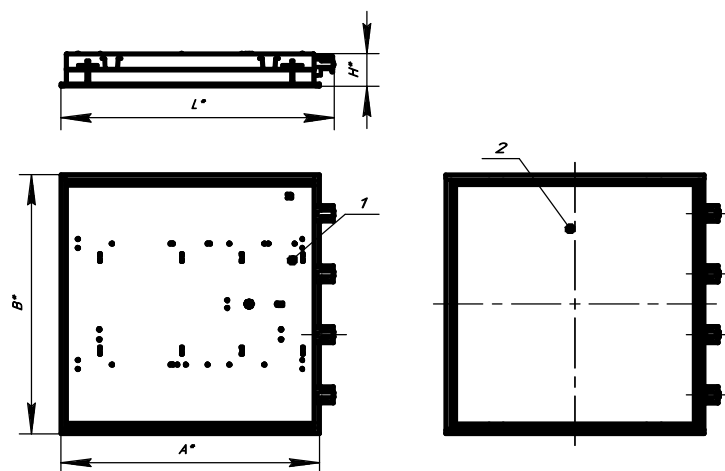

Рисунок 1: 1. Корпус в сборе,
4.1 Светильник состоит: из корпуса в сборе поз.1, в котором размещена электрическая схема; рассеивателя в сборе поз.2 рисунок 1.
- 6.2. Снимите рассеиватель в сборе поз.2 рисунок 1 из пазов скоб, расположенных по углам корпуса поз.1 на 25-30 мм. Рассеиватель в сборе повиснет на четырех пружинах. Выведите поочередно пружины из пазов скоб корпуса и снимите рассеиватель в сборе.
- 6.7. Установите рассеиватель в сборе поз.2 рисунок 1 на корпус поз.1, предварительно вставив концы пружин в пазы скоб корпуса и подсоедините заземляющий провод решётки к корпусу в сборе.